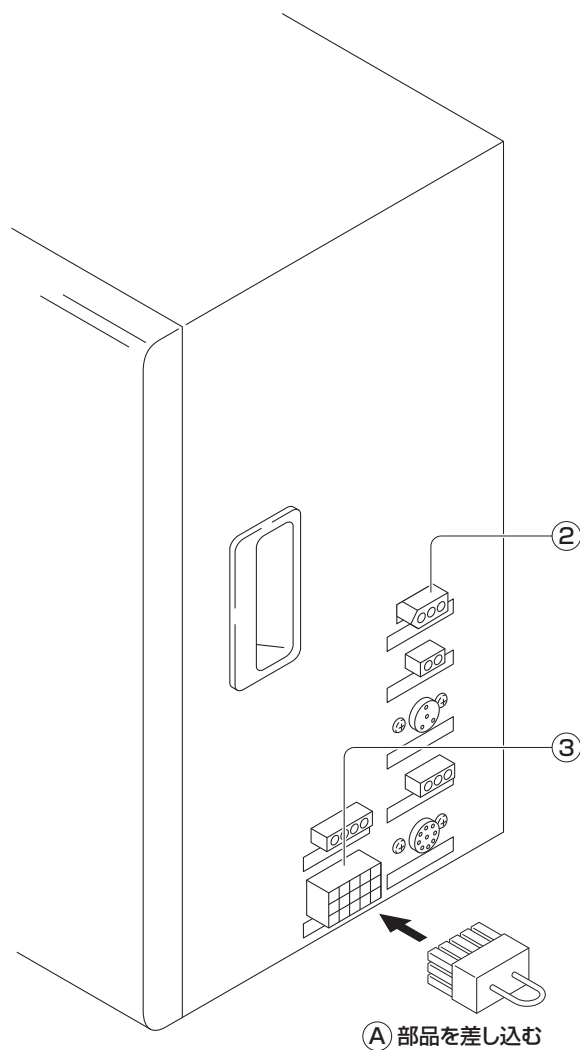

図 2
- ① 満量 U 基板を乾燥機コントローラ本体内部に付属のビスで固定します。(図 2)